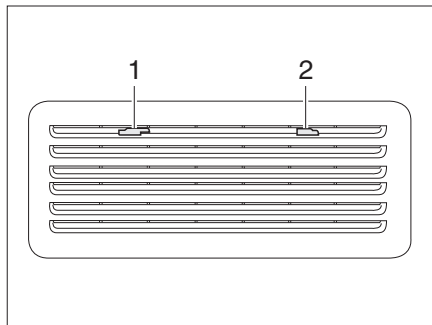
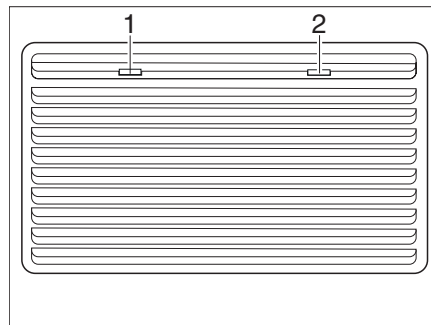

Fig. 129 Griglia di aerazione del frigorifero (Thetford piccolo)
Fig. 130 Griglia di aerazione del frigorifero (Thetford grande)
- Spingere gli arresti (Fig. 129,1 e 2 o Fig. 130,1 e 2) verso il centro.